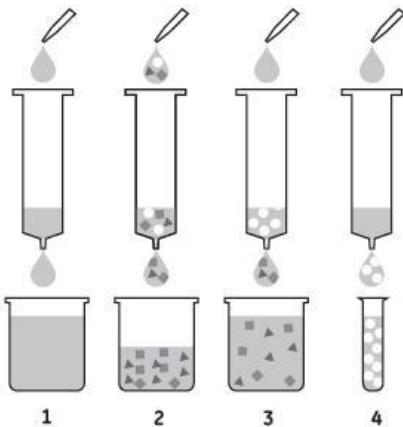

图 1. 使用 Co NTA Beads 重力柱纯化蛋白流程示意图
**Co NTA Beads 重力柱** 使用请参考以下说明，各溶液用量均按照柱体积计算（例如：2 个柱体积，1 ml 规格对应为 2 ml 溶液，5 ml 规格对应为 10 ml 溶液）。整个纯化流程大约需要 30 min（主要取决于样品体积和溶液的粘稠性），操作快捷。使用流程请参考图 1。